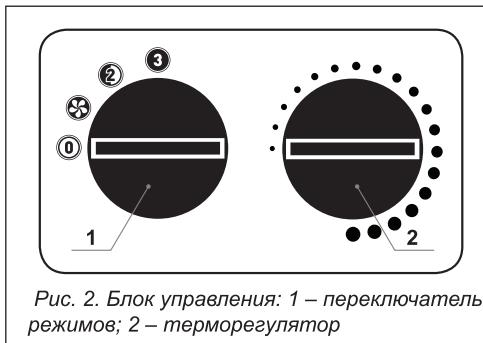

Рис. 2. Блок управления: 1 – переключатель режимов; 2 – терморегулятор
Перед включением тепловой пушки в сеть ручка переключателя режимов 1 (рис. 2) должна находиться в положение «0» (①), а ручка терморегулятора 2 повернута в крайнее против часовой стрелки положение.